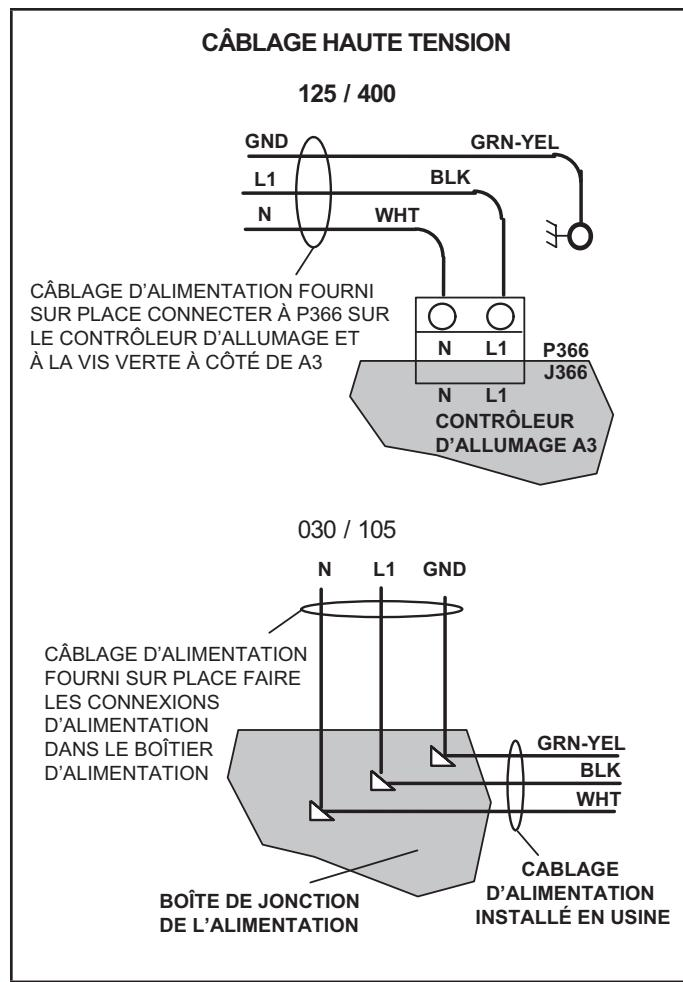

FIGURE 9
- 2 - Effectuer les raccordements électriques comme indiqué à la Figure 9. Sur les unités 030-105, utiliser les fils torsadés situés dans le boîtier de raccordement. Sur les unités 125-400, connecter les fils sur le connecteur à 2 broches P366 du contrôleur d'allumage A3. Pour faciliter l'installation, déconnecter le connecteur P366 de J366, faire les raccordements puis réinstaller P366. Voir le schéma de câblage sur l'unité et le schéma typique approprié de ce manuel.